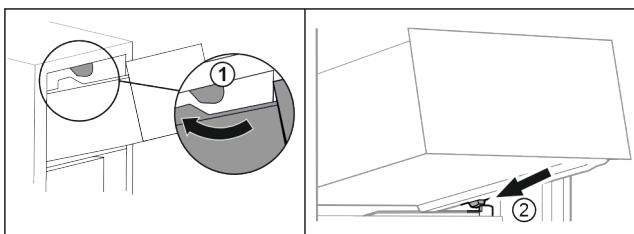

Fig. 98
- ▶ Umetnute ladicu oko gornjih zaustavljača. Fig. 98 (1)
- ▶ Stavite ladicu ukoso iza donjih zaustavljača na žlijeb spremnika. Fig. 98 (2)